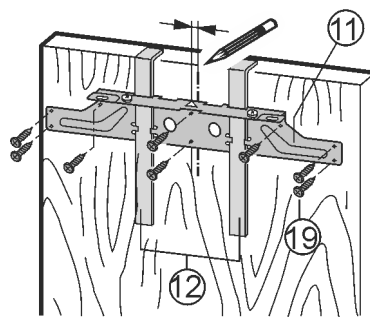

Fig. 22
- Befestigungstraverse Fig. 22 (11) mittig auf der Tür ausrichten.
- Keder links: Befestigungstraverse Fig. 22 (11) 6 mm (0.24 in) nach links verschieben.
- Keder rechts: Befestigungstraverse Fig. 22 (11) 6 mm (0.24 in) nach rechts verschieben.